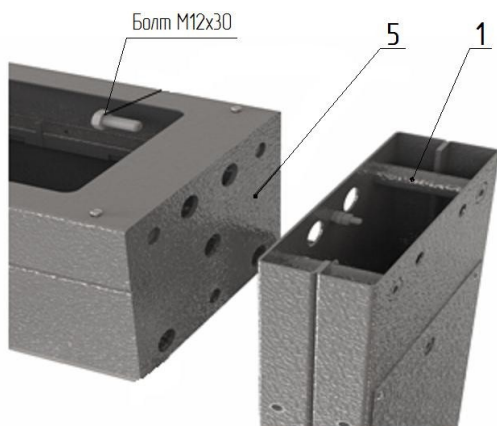

Рис. 1
1. Сборка турникета. Рис. 1, 2
– положите на пол на боковую плоскость раму привода **5** (рис. 1), (предварительно постелив лист картона), рядом аналогично положите две стойки крыла прохода **1** и **2**; состыкуйте указанные элементы друг с другом присоединительными элементами и закрутите по три болта М12 с каждой стороны; поставьте собранный портал вертикально на месте установки турникета;